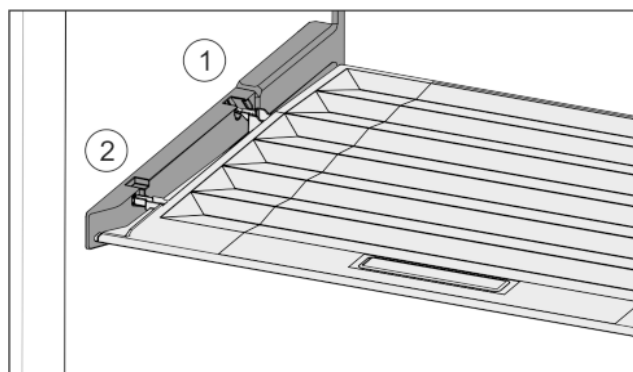

Fig. 34
- ▶ Robova predala vstavite nad odprtino zadnjega držala Fig. 34 (1), spredaj pa ju zataknite v držalo Fig. 34 (2).